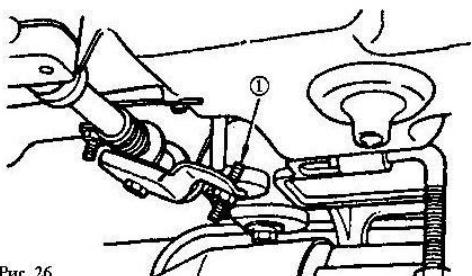
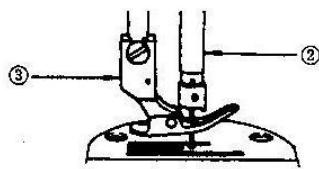

Рис. 26
Рис. 27
18. РЕГУЛИРОВКА ВЫСОТЫ КОЛЕНОПОДЪЕМНИКА ЛАПКИ (Рис. 26, Рис. 27_).